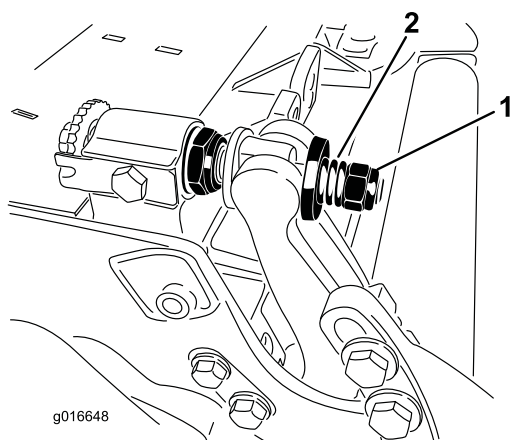

图32
5. 旋紧弹簧加压螺母直到弹簧完全压紧然后往回松开 1/2 圈 图32。
11. 旋紧每个底刀架调节器组件上的螺母直到加压弹簧完全压紧然后往回松开 1/2 圈图32。